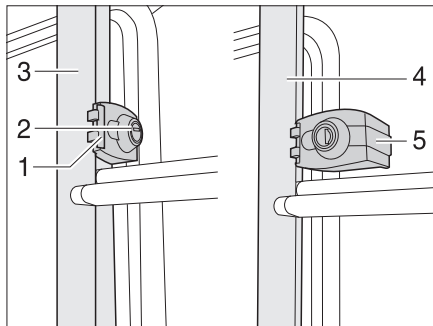

Fig. 1 Bloccaggio della scaletta del portapacchi
- Inserire la chiave nel cilindro della serratura (Fig. 1,2) di bloccaggio della scaletta del portapacchi (Fig. 1,1) e ruotare di un quarto di giro portando la chiave in posizione verticale.
- Bloccare la parte ribaltabile della scaletta del portapacchi (Fig. 1,4) ed aprire la staffa di sicurezza (Fig. 1,5).
- Inserire la chiave nel cilindro della serratura (Fig. 1,2) del bloccaggio della scaletta del portapacchi (Fig. 1,1).
- Chiudere la staffa di sicurezza (Fig. 1,5) intorno al tubolare della parte fissa della scaletta del portapacchi (Fig. 1,3).